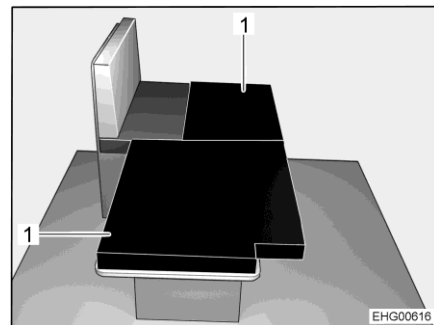

Fig. 46 Après la transformation
- Placer les deux coussins supplémentaires (Fig. 46,1) comme illustré sur la table abaissée.